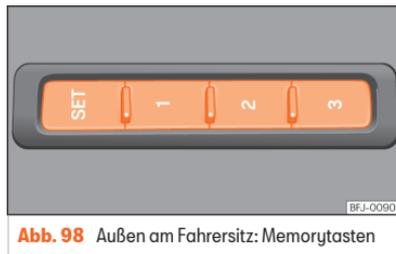

Abb. 98 Außen am Fahrersitz: Memorytasten
- Taste **SET** länger als 1 Sekunde drücken »» » (Abb. 98).